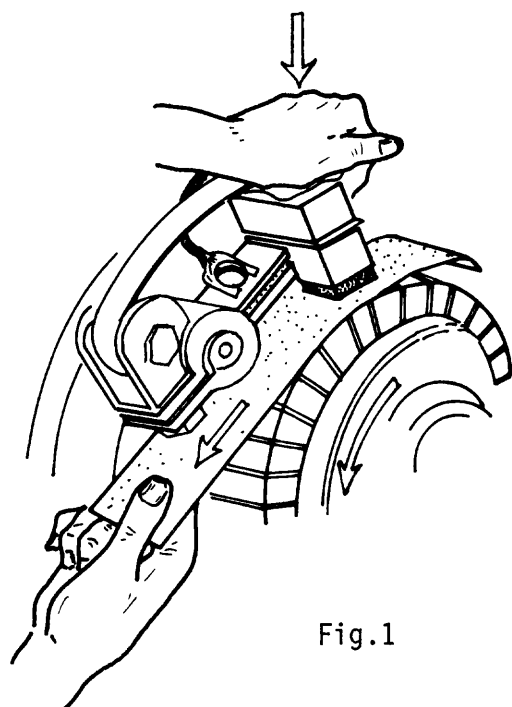

Fig.1
- a Coloque sobre el colector una tira de lija que sea más ancha que el ancho del carbón, teniendo cuidado de que la parte áspera de la lija quede hacia el carbón (fig.1).